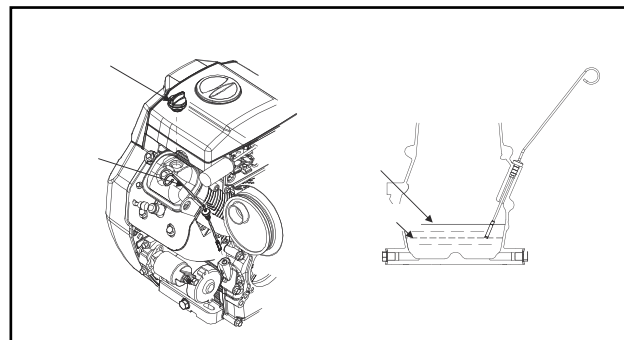

Рис. 4
**ВНИМАНИЕ!** Перелив масла может привести к поломке генераторной установки, поэтому заливайте масло, постоянно проверяя его уровень щупом. Если было залито лишнее масло, выше отметки Max. на щупе, его необходимо слить, открутив сливной болт (Рис. 4).